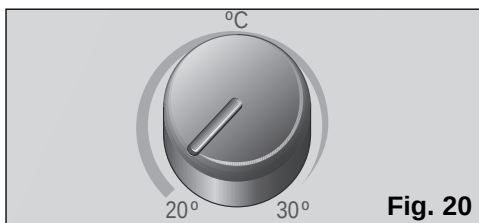

Fig. 20
- ☐ Collocare il termostato in posizione di minima temperatura, **Fig. 20**.